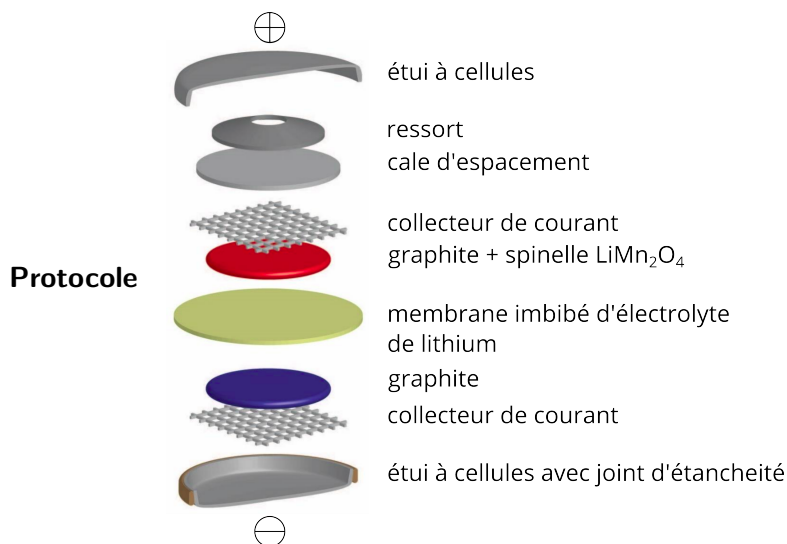

Figure 3 – Décomposition des composants d'une batterie lithium CR2032
3. Assembler avec précaution l'ensemble des pièces en suivant la Fig. 3 et fermer la cellule.